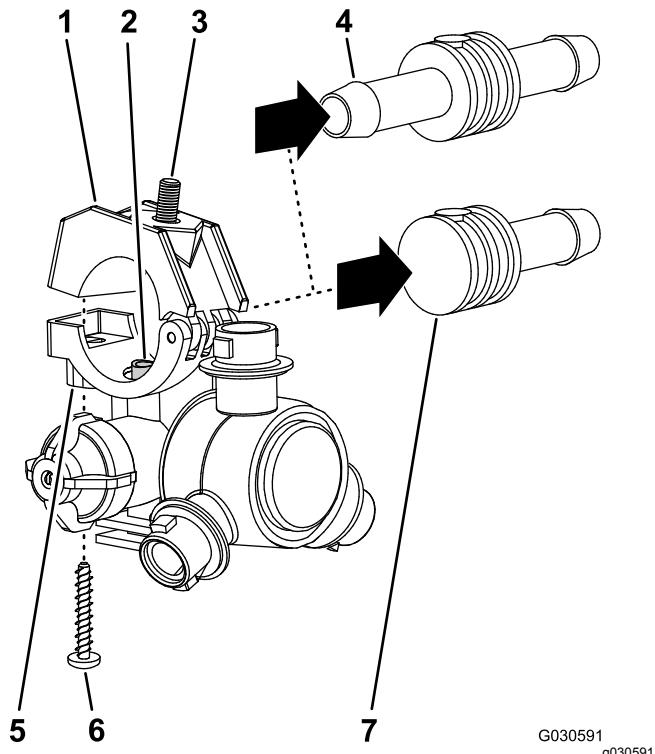

Рисунок 48
2. Отверните винт из нержавеющей стали (12 x 1-1/4 дюйма), который крепит верхнюю половину зажима и хвостовик двухстороннего или одностороннего шлангового штуцера типа «елочки» (3/4 дюйма) к корпусу распылительного сопла, и отделите хвостовик шлангового штуцера типа «елочки» и шланг от сопла (Рисунок 48).